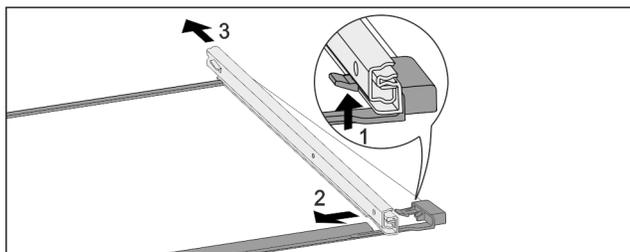

Fig. 166 Tablette en verre avec rails
- ▶ Pousser le crochet d'enclenchement avant vers le bas. Fig. 166 (1)
- ▶ Pousser le rail télescopique vers le côté Fig. 166 (2) et vers l'arrière Fig. 166 (3).